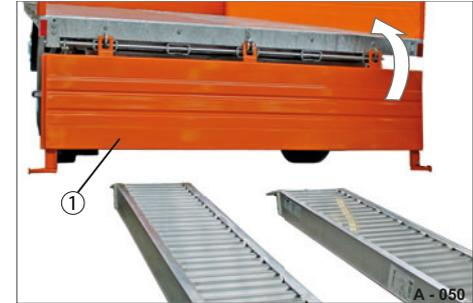

Abb. 60 Heck-Bordwand schließen
- ▶ Schließen Sie die Heck-Bordwand (Abb. 60/2).